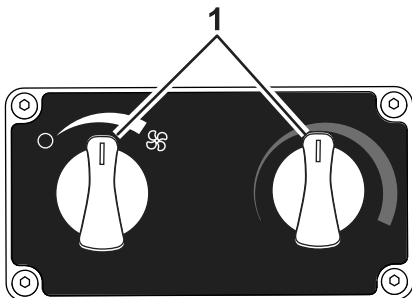

Figura 6
6. Mueva los mandos de control a la posición central, tal y como se muestra en la Figura 6.